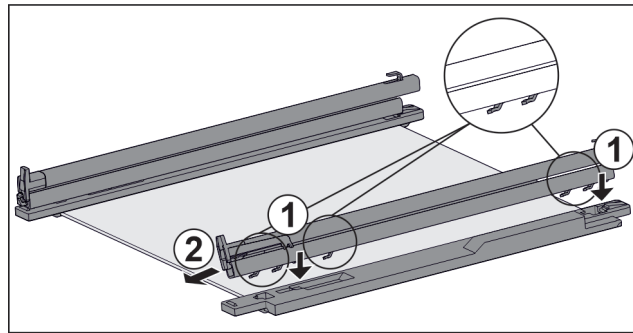

Fig. 125 Glasplade med skinner og holdedele
▶ Sæt skinnens kroge på den **venstre** holdedels åbninger. Fig. 125 (1)
▶ Træk skinnen frem. Fig. 125 (2)
▶ Sæt skinnens kroge på den **højre** holdedels åbninger. Fig. 125 (1)